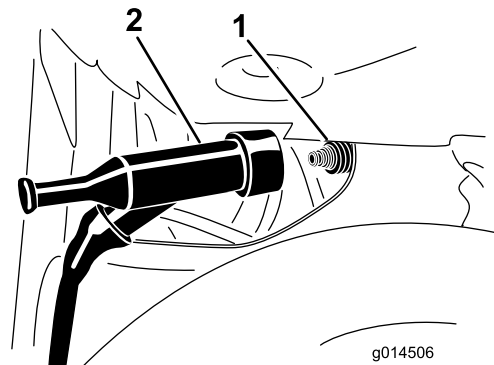

Figura 28
- Desconecte el cable de la bujía del terminal de la bujía (Figura 28).
4. Instale el cable en el terminal de la bujía a presión (Figura 28).